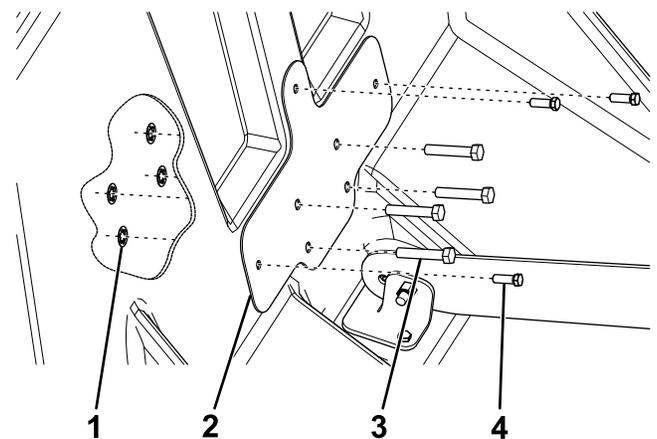

图 4
6. 用下面为您的撒布机列出的 4 个螺栓和推进式螺母卡环将内部安装板固定到撒布机料斗的内侧 图 4。
8. 用 3 个短螺栓将内部安装板固定到料斗上图 4。